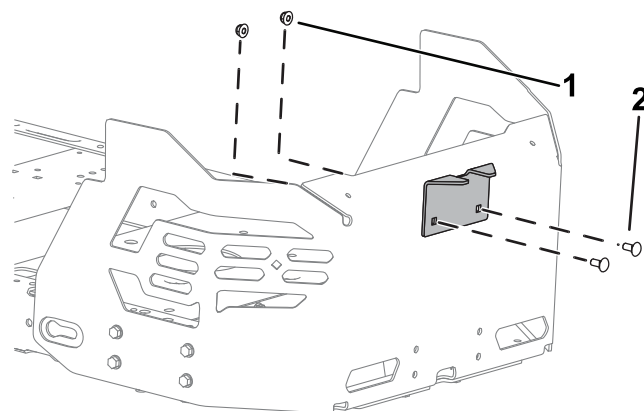

Figura 14
2. Instale o suporte estabilizador no resguardo do motor utilizando dois parafusos de carroçaria ($\frac{5}{16}$ pol. x $\frac{3}{4}$ pol.) e duas porcas de bloqueio ($\frac{5}{16}$ pol.) como se mostra na Figura 14.